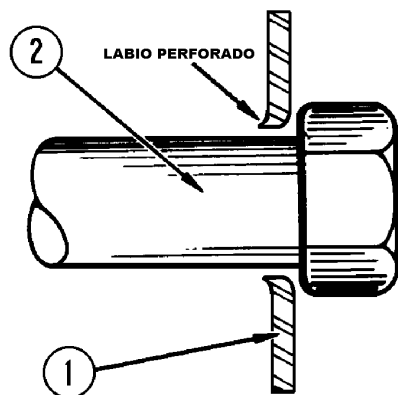

FIGURA 2-4. ORIENTACIÓN DE LA ARANDELA
7. La mayoría de las arandelas planas endurecidas utilizadas en las suspensiones delanteras se perforan durante el proceso de fabricación. Cuando ensamble los tornillos y las arandelas, coloque el labio perforado lejos de la cabeza del tornillo para evitar daños. Consulte Figura 2-4.